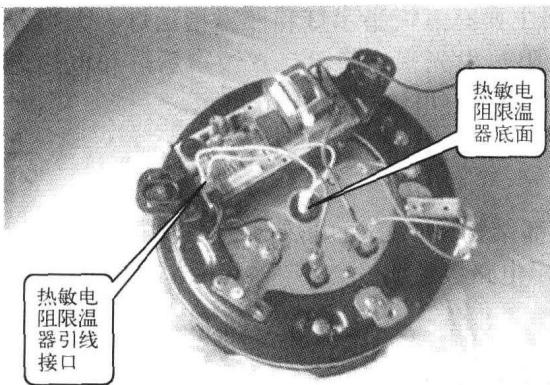

图 1-13 微电脑控制式电饭煲的限温器
**2) 热敏电阻限温装置** 如图 1-13 所示，热敏电阻限温器安装在电饭煲的底部，时刻感知锅底温度，并将温度的变化转换成电信号传输给微电脑控制板，然后微电脑控制板控制发热盘是否继续加热。它和机械控制式电饭煲的磁钢限温原理不同，热敏电阻限温器属于 PTC 元件。